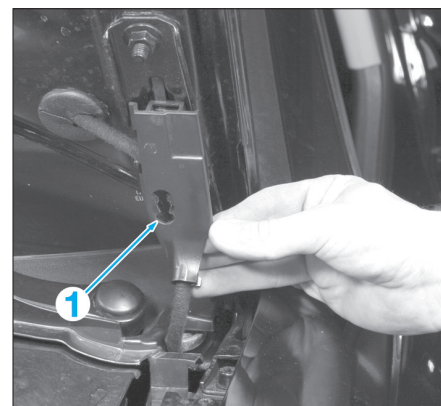

Fig. 73
- Dégrafer le cache protégeant le tuyau de lave-glace (1) (Fig.73).